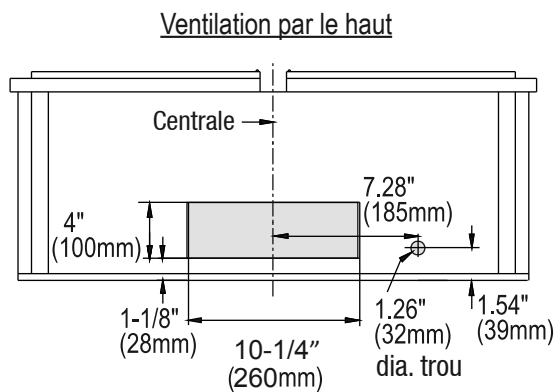
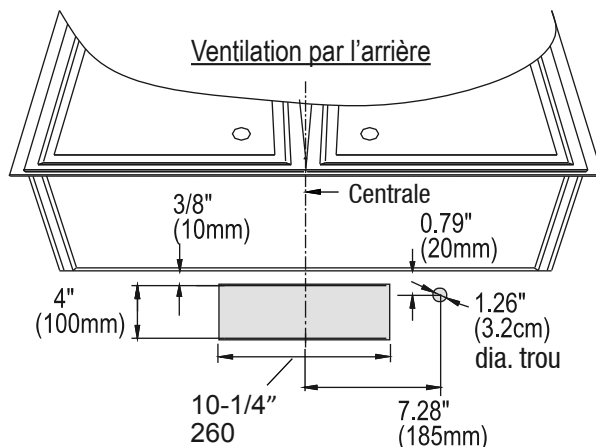

Fig.3
Fig.4
- Déterminer si votre système de ventilation existant évacue l'air par le haut ou par l'arrière. Veiller à ce que les ouvertures dans l'armoire ou dans le mur pour le clapet et pour l'accès à l'électricité sont à des endroits appropriés et sont de tailles appropriées. Voir la Fig. 3 si votre ventilation est par le haut ou voir Fig.4 si elle est par l'arrière.